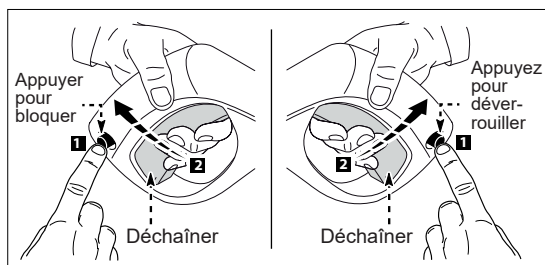

Fig. 7
- Pour verrouiller la gâchette du pistolet, éloignez le pistolet et appuyez sur le bouton de verrouillage de droite à gauche (Fig. 7). Il est bloqué et personne ne bouge. Laissez toujours le bouton de verrouillage en position verrouillée lorsque vous ne l'utilisez pas. Cela garantit que le pistolet est en mode "sûr" jusqu'à ce qu'il soit prêt à être utilisé.